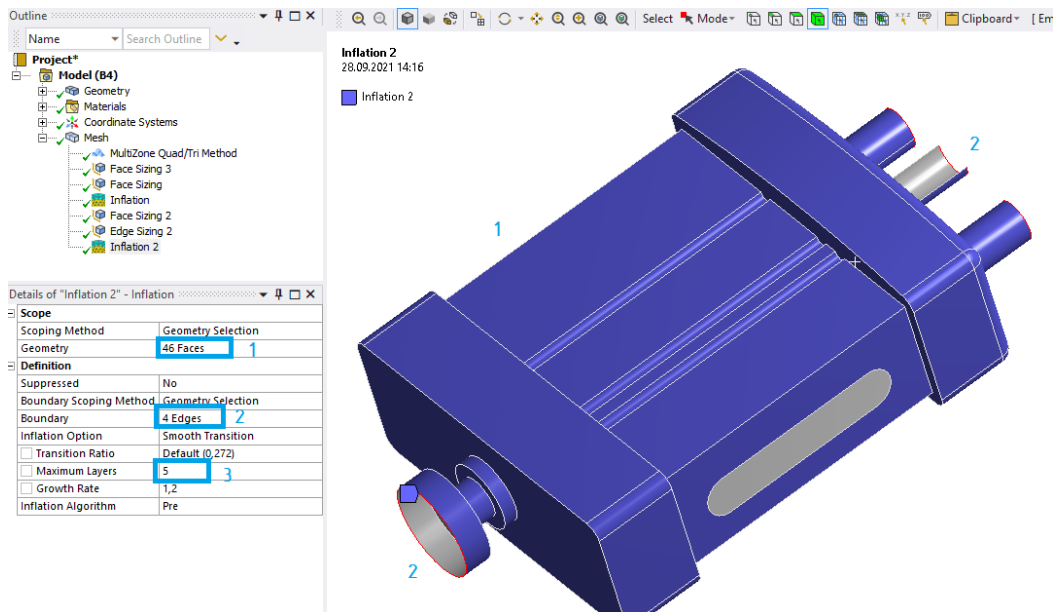

Рис. 24. Задание настроек сетки
6.8. Жмем ПКМ на *Mesh – Insert – Inflation*, указываем всю геометрию (1), выделяем ребра четырех трубок (2) и задаем величину дополнительных разбиений ячеек (3) 5 (рис. 24).